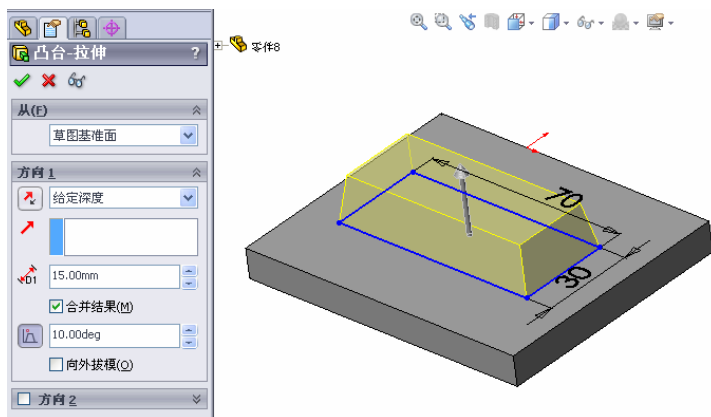

图 9-187 生成拉伸特征
④ 选择菜单栏中的“插入”→“凸台/基体”→“拉伸”命令，或者单击“特征”工具栏中的“拉伸凸台/基体”图标，在“深度”一栏中键入值：15，在“拔模角度”一栏中键入数值：10，拉伸生成特征如图 9-187 所示。